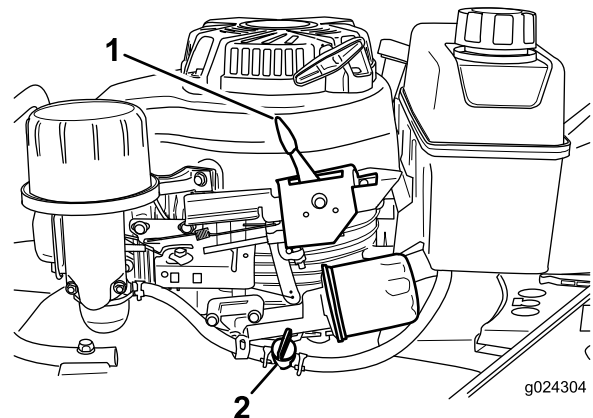

Figura 15
2. Abra la válvula de combustible (Figura 15).
3. Mueva la palanca de control del acelerador (Figura 15) a la posición de Estárter.
Suelte la barra de control de la cuchilla y mueva la palanca de control del acelerador (Figura 15) a la posición de Parada.
Nota: Cierre la válvula de combustible (Figura 15) a menos que vaya a volver a arrancar el motor en breve.